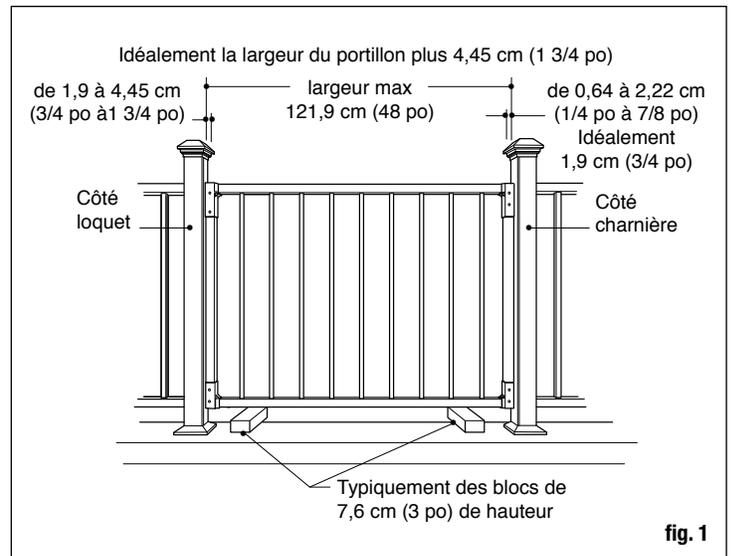

fig. 1
**Étape 2** Les charnières du portillon permettent des écartements de 0,64 à 2,22 cm (1/4 po à 7/8 po), idéalement 1,9 cm (3/4 po). Le loquet permet des écartements de 0,95 à 4,45 cm (3/8 po à 1 3/4 po). Établissez l'écartement souhaité puis déduisez-le de l'espace d'ouverture. On recommande 4,45 cm (1 3/4 po) mais cela peut varier entre 1,6 à 6,35 cm (5/8 po et 2 1/2 po) (fig. 1).
**Étape 8** Soutenez le portail en plaçant des blocs prédécoupés sous le rail inférieur et entre les poteaux (fig. 1). L'espacement de 7,6 cm (3 po) est typique, mais peut être supérieur ou inférieur selon les codes du bâtiment locaux. Selon le code du bâtiment modèle, tous les espaces doivent être inférieurs à 10,1 cm (4 po). Assurez-vous que le bas de la barrière sera suffisamment haut pour dégager tous les obstacles, comme la garniture de la base du poteau, le cas échéant.
**Étape 9** Assurez-vous que le portillon est d'aplomb et à niveau et fixer les charnières (E) au poteau.